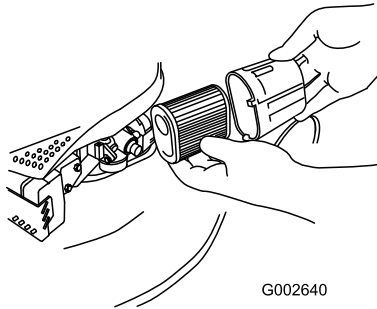

Figura 33
2. Gire la tapa del filtro de aire para retirarla (Figura 33).